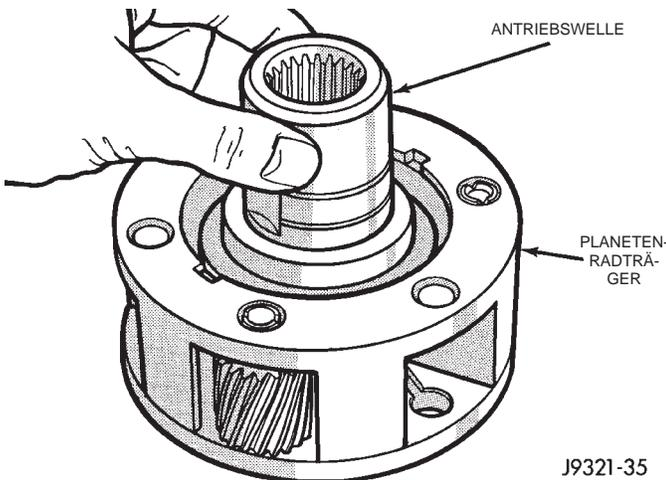

Abb. 38 Antriebswelle ausbauen
(4) Die Antriebswelle ausbauen (Abb. 38).